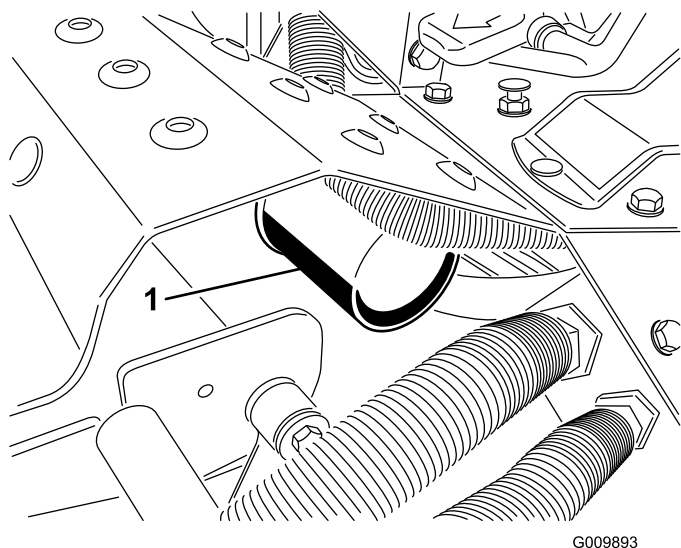

Figure 61
3. Nettoyez la surface autour du filtre à huile hydraulique (Figure 61). Déposez le filtre par le fond du logement et laissez l'huile s'écouler dans un bac de vidange. Utilisez une clé à filtre spéciale. Débarrassez-vous du filtre à huile de la manière appropriée.